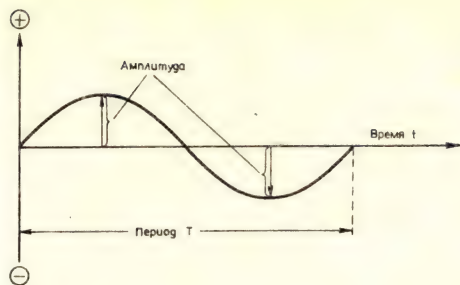

Рис. 5.5. Амплитуда и период синусоидального колебания
**а) Период  $T$ .** Это время совершения одного полного колебания (рис. 5.5). Половина этого времени называется *полупериодом*. Очевидно, в один полупериод ток течет в одном направлении (которое условно можем принять за положительное), а в другой полупериод он течет в другом направлении (которое можем принять за отрицательное). Обычно положительный
**в) Амплитуда.** Это наибольшая (максимальная) величина напряжения ( $U_m$ ) или тока ( $I_m$ ), которую они получают при своем изменении (рис. 5.5). Очевидно, за один период синусоидальный ток и напряжение достигают два раза своей максимальной величины.